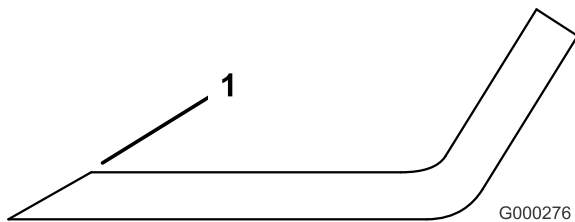

Figure 87
1. Au moyen d'une lime, aiguissez les tranchants aux deux extrémités de la lame (Figure 87). Veillez à conserver l'angle de coupe d'origine. Limez la même quantité de métal sur chacun des deux tranchants pour ne pas déséquilibrer la lame.